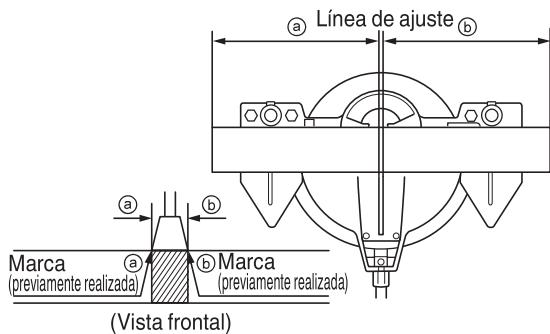

Fig. 15
(1) Como se muestra en la Fig. 15, la anchura de la hoja de sierra es la de corte. Por lo tanto, deslice la pieza de trabajo hacia la derecha (vista desde la posición del operador) cuando desee la longitud ④, o hacia la izquierda cuando desee la longitud ③. Encienda la luz LED, proyecte la sombra de la hoja sobre la pieza de trabajo, alinee el lado izquierdo o el lado derecho de la hoja con la línea de tinta de la pieza de trabajo.
(2) Cuando la hoja de sierra haya alcanzado la velocidad máxima, empuje cuidadosamente hacia abajo la empuñadura hasta que la hoja de sierra se acerque a la pieza de trabajo.
(3) Cuando la hoja de sierra haya entrado en contacto con la pieza de trabajo, empuje gradualmente hacia abajo la empuñadura para cortar dicha pieza.
(4) Despues de haber cortado la pieza de trabajo con la profundidad deseada, desconecte la alimentación de la herramienta eléctrica y deje que la hoja de sierra se pare completamente antes de levantar la